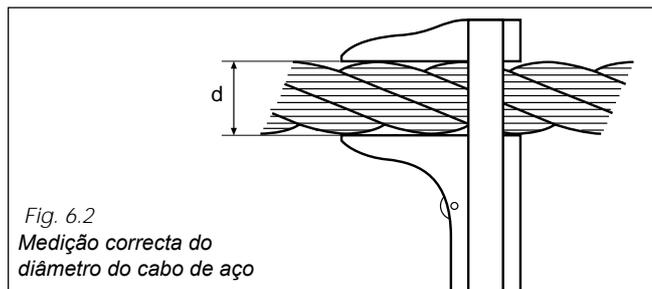

Fig. 6.2
- redução do diâmetro: diâmetro mínimo = 7,5mm; o cabo deve ser medido como mostra na Fig.6.2.